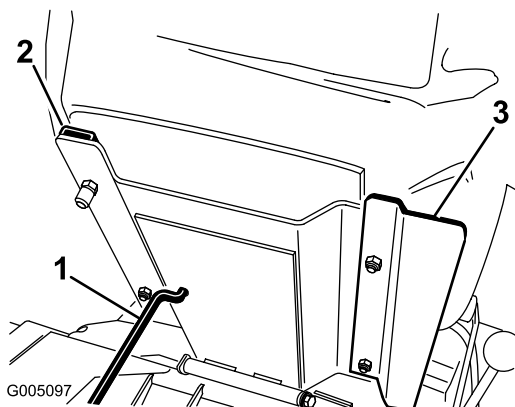
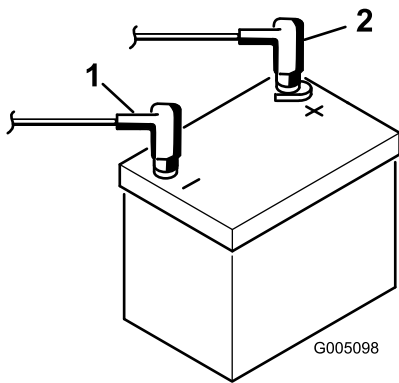

図 5
図 6
3. 付属部品のロックナット (5/16 in.) で、運転席とシート・パネルとシートスライドをサポートに固定する (図 6)。シート・パネルが、図 5 のように右側にくるように取り付ける。
2. スタータからの赤い (+) ケーブルを (+) 端子に固定する (図 6)。レンチで締め付けて固定し、ワセリンを塗布する。ケーブルが擦れて磨耗するような配線はさける。座席の最後部でケーブルを傷つけることがあるので特に注意すること。